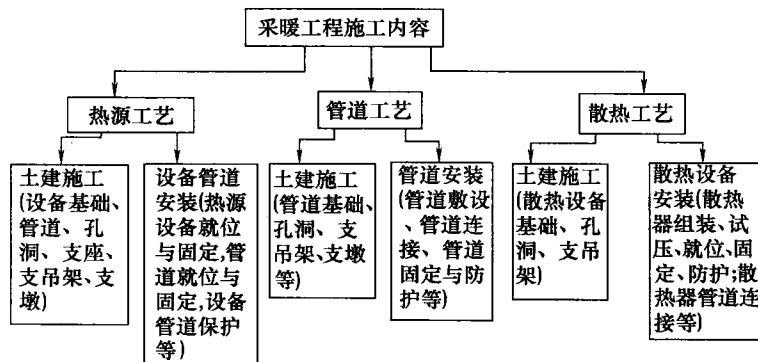

图 1-1 采暖工程施工内容
采暖工程施工内容按其工艺作用及其所包含的工程量如图 1-1 所示。
(2) 根据土建施工情况合理安排施工作业面 在土建施工完毕并已满足采暖工程施工安装条件时，应合理组织施工人员、材料设备进场、备好施工安装工具，以创建一个良好的施工安装作业面。
(3) 进行施工安装 按照图 1-1 所示的采暖工程施工内容进行热源、管道、散热设备的安装。
(4) 进行施工安装质量检查